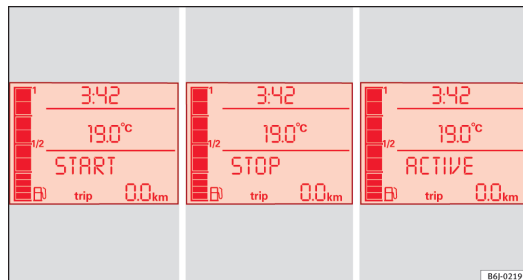

Fig. 102 Indicazione nel display del quadro strumenti durante la modalità Start-Stop. ►
- Sul display del quadro strumenti viene visualizzato un messaggio riguardante lo stato della modalità Start-Stop → **fig. 102**.